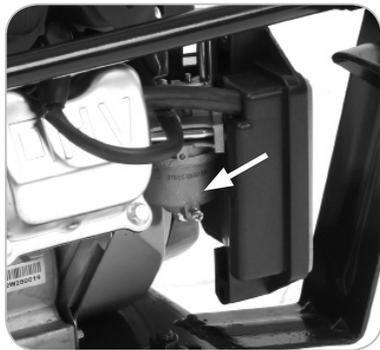

Fig. 18
- Se puede encontrar un grifo de drenaje debajo del cuenco flotante del carburador. Afloje este grifo para permitir el drenaje del combustible de la máquina. (Fig. 18)